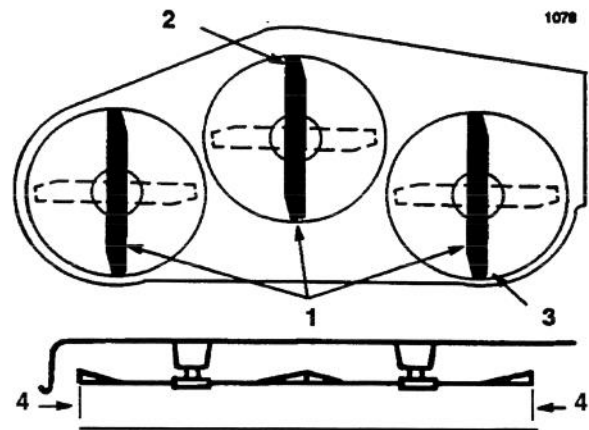

Figure 13
4. Placer le levier de hauteur de coupe (relevage de l'unité) dans le cran "C" et tourner les lames avec précaution de telle sorte qu'elles soient dirigées d'avant en arrière (Fig. 13).
5. Mesurer la distance entre les extrémités des lames avant (Fig. 13) et arrière et la surface plane. L'extrémité de la lame avant doit être à 0–8 mm en-dessous de l'extrémité de la lame arrière. Si ce n'est pas le cas, régler la plaque de montage avant de la tondeuse au niveau de l'essieu (Fig. 13).